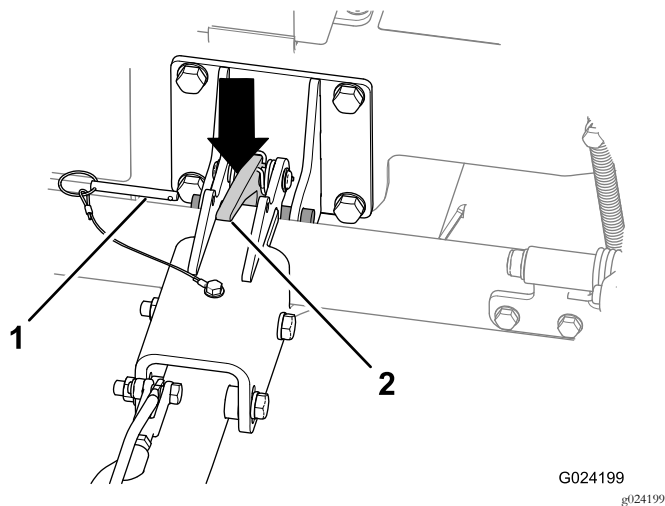

Figura 28
- C. Presione hacia abajo sobre el cierre de la barra de tracción para desenganchar la barra de tracción (Figura 28).
- A. Retire el pasador de bloqueo (Figura 28).